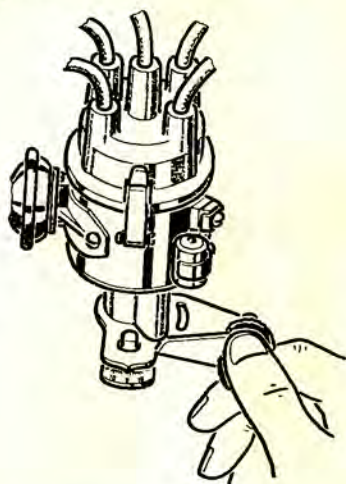

Abb. 23. Einstellen des Zündzeitpunktes mittels Oktanzahlregler
3. Die Stellmuttern am Oktanzahlregler (Abb. 23) hin- und herdrehen und den nötigen Zündzeitpunkt em vorgewärmten Motor genau einstellen.